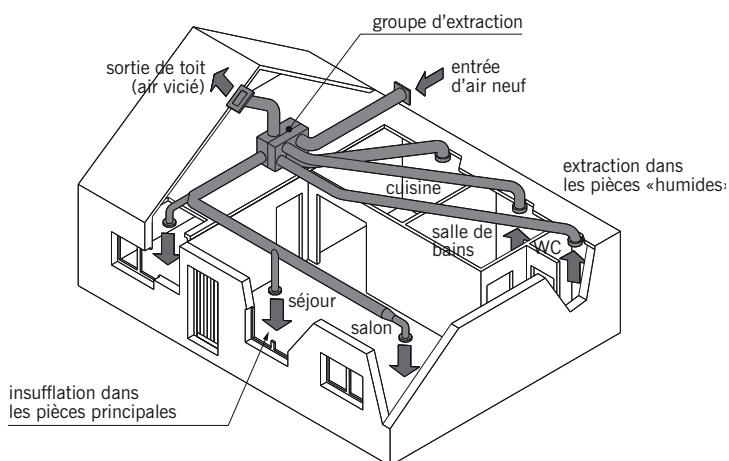

fig. 18.3
- La **VMC à double flux** dans laquelle l'air pris à l'extérieur est soufflé mécaniquement, après filtration, dans les pièces principales, par l'intermédiaire de *bouches d'insufflation* (fig. 18.3 et 18.4). L'air vicié, extrait des pièces « humides » circule, avant son rejet vers l'extérieur, dans un *échangeur* où il cède ses calories à l'air entrant.